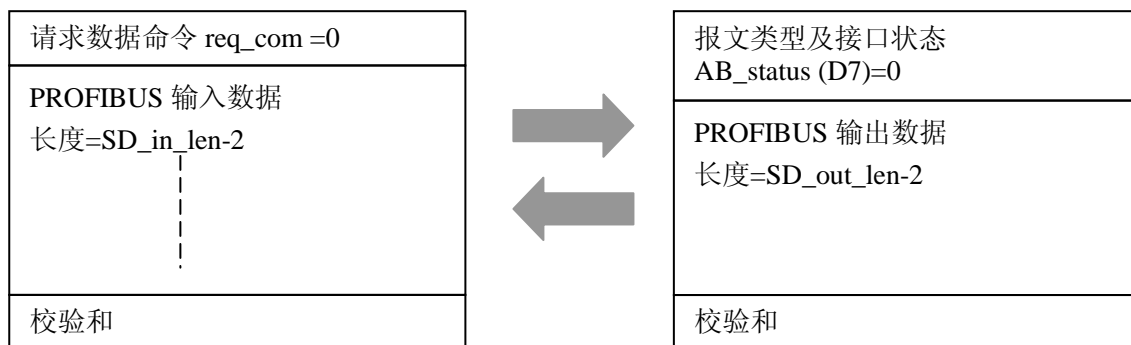

图 4-8 用户模板发—输入数据报文 req_com=0，接口板答—输出数据报文格式 A
(2) 接口板接收到用户板发送的输入数据报文后，将 PROFIBUS 输入数据送 PROFIBUS 输入区，然后判断“请求数据命令 req_com”。
① 如果用户模板请求读取 PROFIBUS 输出数据，即 req_com =0，接口板将回答“输出数据报文 A”（包括：报文类型及接口状态 AB_status、PROFIBUS 输出数据、校验和）。见图 4-8，报文类型及接口状态 AB_status 见表 4-4。